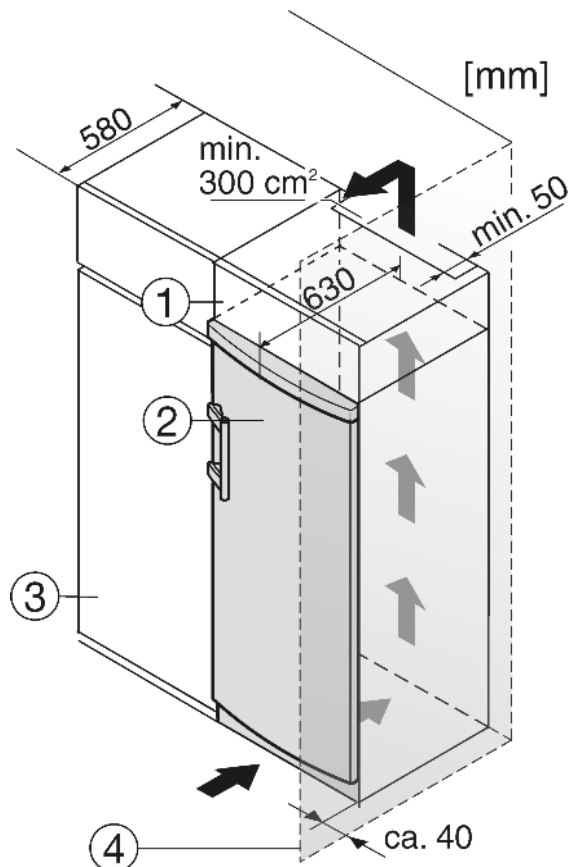

Fig. 7
- (1) Élément haut
- (2) Appareil
- (3) Placard de cuisine
- (4) Mur
L'appareil peut être réagencé avec des buffets de cuisine. Pour adapter l'appareil Fig. 7 (2) à la hauteur du coin cuisine, une rehausse Fig. 7 (1) peut être posée sur l'appareil.
En cas de réaménagement avec des buffets de cuisine (profondeur max. 580 mm), l'appareil peut être installé directement à côté d'un buffet *Fig. 7 (3)*. La porte de l'appareil se trouve latéralement à 34 mm et au milieu de l'appareil à 50 mm par rapport à la façade du buffet. Elle s'ouvre et se ferme ainsi facilement.
Si l'appareil est installé avec les charnières à côté d'un mur *Fig. 7 (4)*, la distance entre l'appareil et le mur doit être de 40 mm min. Ceci correspond à la saillie de la poignée lorsque la porte est ouverte.